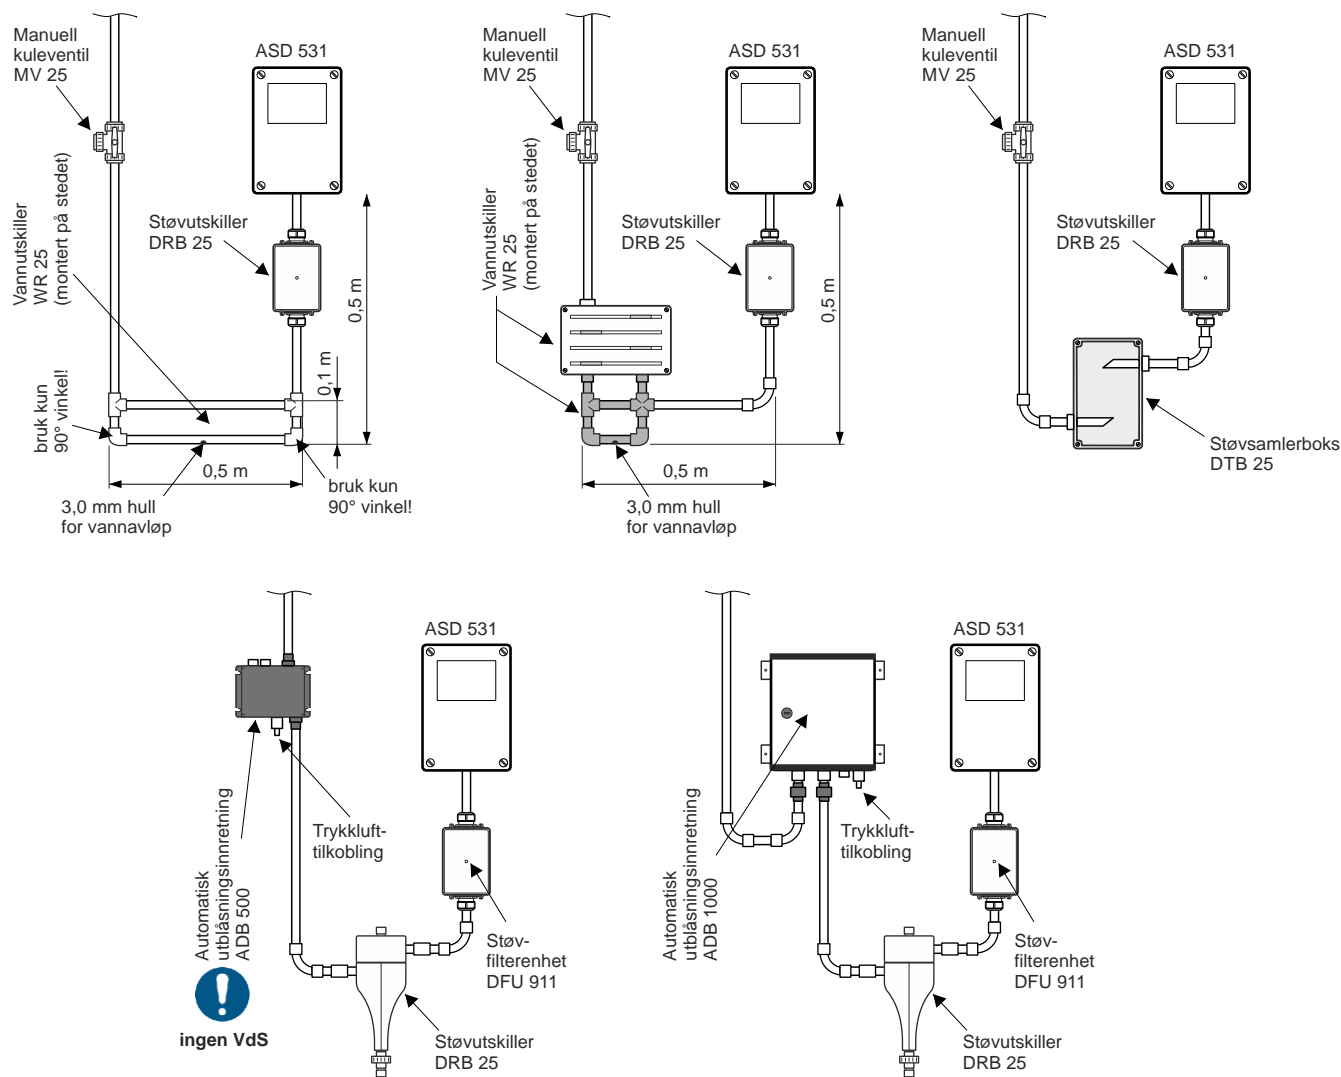

Fig. 44 Feste tilbehørsdeler
- Festeposisjonen for vannutskilleren, smussamleren og støvutskilleren må følges som indikert i Fig. 44.